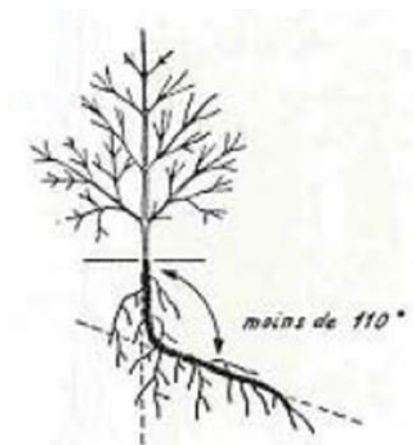

Fig. 1
- Conserver le plus long possible le pivot des espèces pivotantes, sauf s'il fait un coude de plus de 110° (= proche de l'angle droit) (fig. 1).